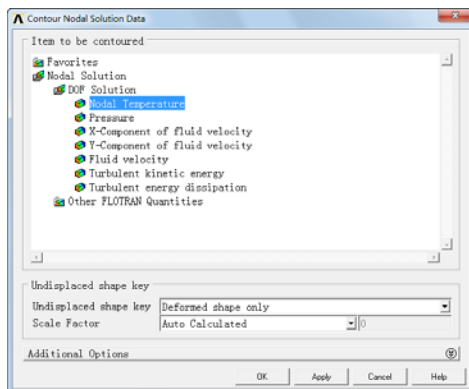

图 8-82 “Contour Nodal Solution Data” 对话框
- ① 依次选择 Main Menu→General Postproc→Read Results→Last Set。
- ② 依次选择 Utility Menu→File→Change Title，会弹出“Change Title”对话框，在输入框中输入“Contours of temperature”，单击“OK”按钮关闭该对话框。
- ③ 依次选择 Main Menu→General Postproc→Plot Results→Contour Plot→Nodal Solu，会弹出“Contour Nodal Solution Data”对话框，如图 8-82 所示。